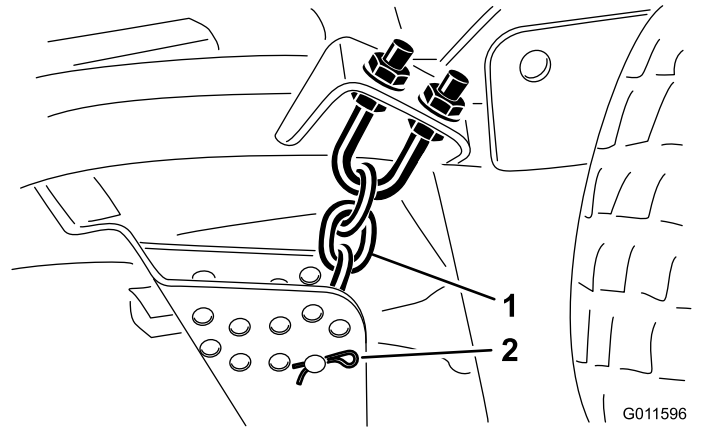

Figura 24
- Retire o perno de gancho e pino de segurança que fixam as correntes da altura de corte à traseira da plataforma do cortador (Figura 24).